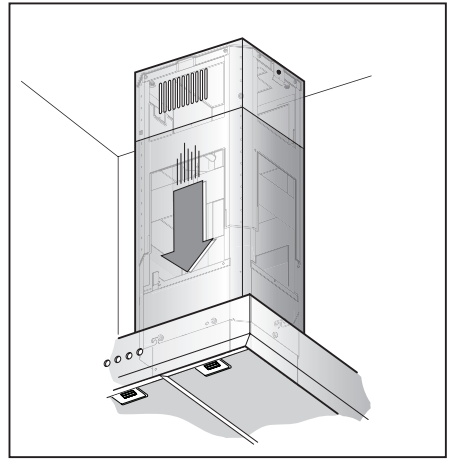

Fig.13 / 13. attēls
- Fjern tapen **L** og anbring det nederste skorstensstykke på emhættedelen (Fig.13).